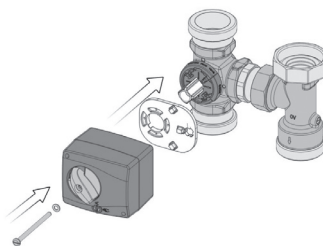

Abb. 19
6. Verdrehsicherung (9) auf 3-Wege-Mischhahn legen (Abb. 19).
7. Stellmotor auf Adapter (3) aufsetzen (Abb. 19).
8. Schraube (4) mit F  cherscheibe (5) mit einem Drehmoment von 5 Nm anziehen (Abb. 19).